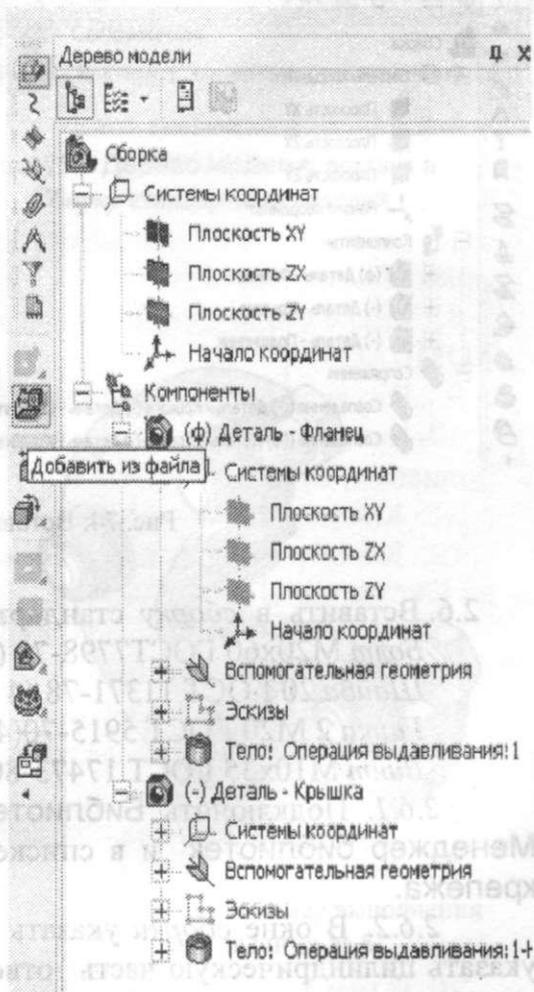
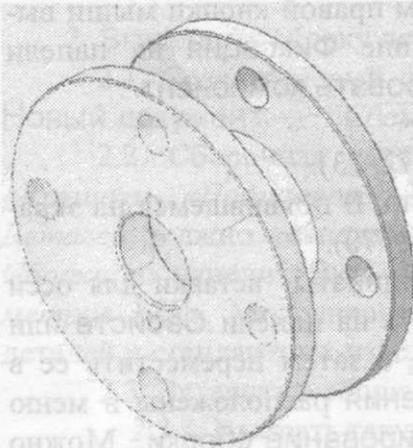

Рис. 72. Вставка в Сборку детали «Крышка» (Дерево модели)
Рис. 73. Вставка в сборку детали «Крышка»
2.3.4. В Дереве модели появится пункт, соответствующий типу вставленного в сборку компонента из файла (рис. 72). Рекомендуется фиксировать хотя бы один компонент сборки. Первый компонент, вставленный в сборку из файла, фиксируется автоматически. Справа от зафиксированных компонентов в
2.4. Вставить в сборку деталь «Крышка» (рис. 72, 73).
появятся две детали (см. рис. 73), а в Дереве модели – пункты, отражающие названия и последовательность построения каждой детали (см. рис. 72). Детали можно редактировать на месте (в процессе сборки) и в окне (в файле *Деталь*).